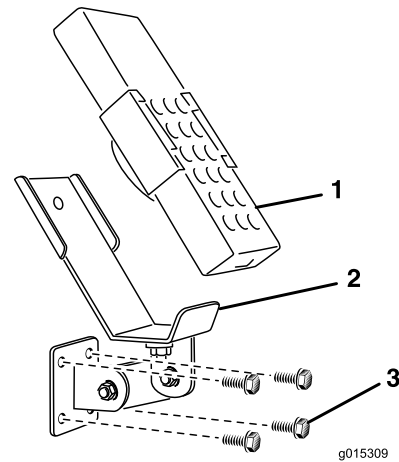
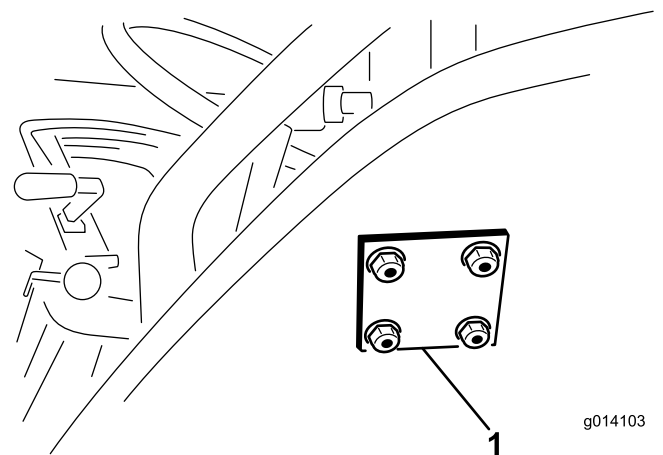

Figure 12
Figure 13
- Fixez le support et la plaque d'appui avec (4) boulons à embase 5/16 x 1-1/2" et contre-écrous à embase (Figure 12 et Figure 13).